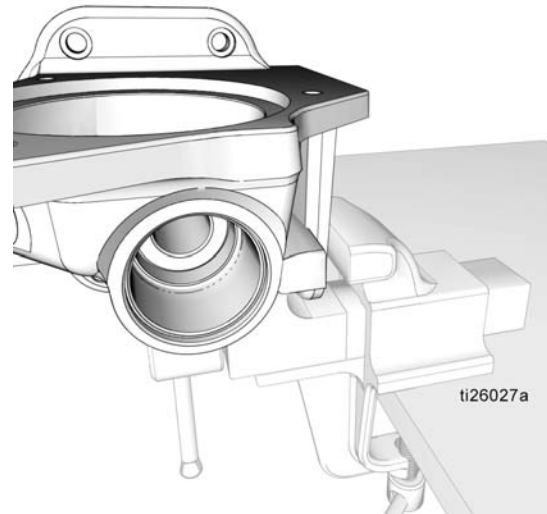

图 40
- 4. 将泵底座 (1) 重新放置在老虎钳上，如图 40 所示。